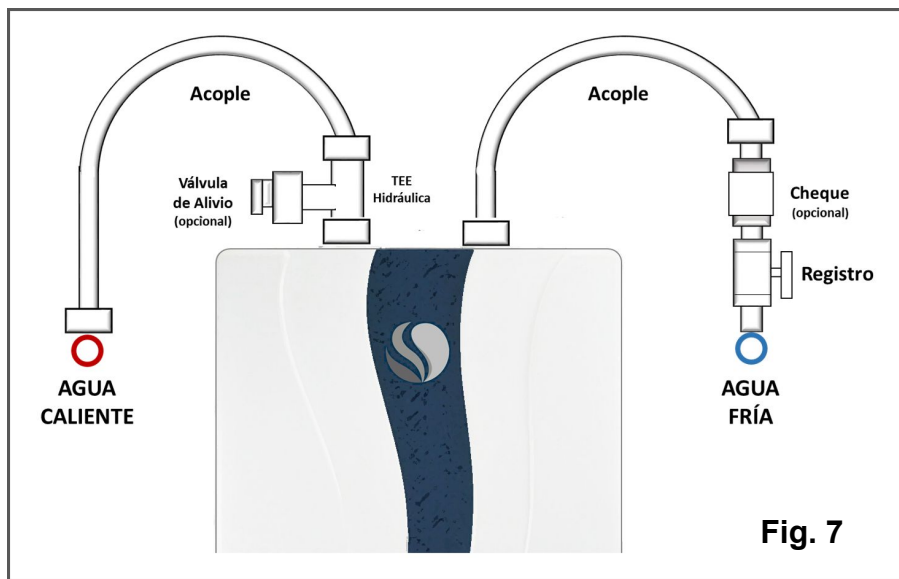

Fig. 7
- 2) Según muestra Fig. 7. instale registro (obligatorio), cheque (opcional), válvula de seguridad (opcional). Enganche el calentador a los tornillos instalados en la pared, en su posición definitiva.